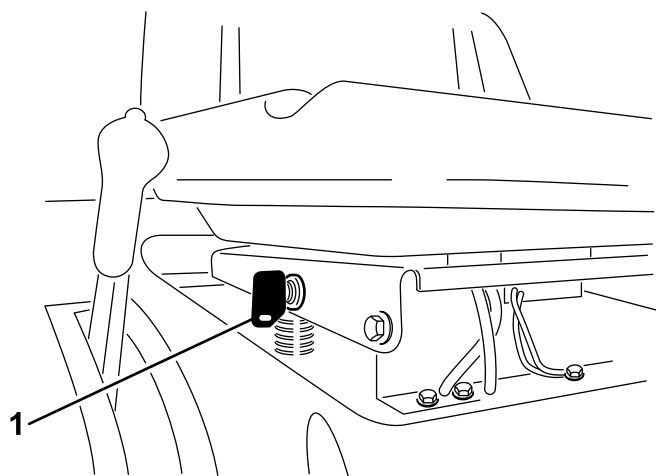

Figura 14
Si necesita utilizar las cuchillas (TDF) en marcha atrás, desactive el sistema de seguridad usando el interruptor KeyChoice que está situado cerca del soporte del asiento (Figura 14).
2. Inserte la llave KeyChoice en el interruptor (Figura 14).